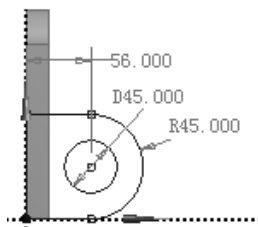

图 3.3.18 截面草图 Sketch2
(1) 定义草图平面并选取草图命令。在“草图绘制”工具条中的 **XYPlane** 下拉列表中选择 **ZXPlane** 平面为草图平面，单击工具条中的“New Sketch”按钮 ，在选项卡区打开 **Sketching** 选项卡进入草图绘制模式。
(2) 绘制图 3.3.18 所示的截面草图。